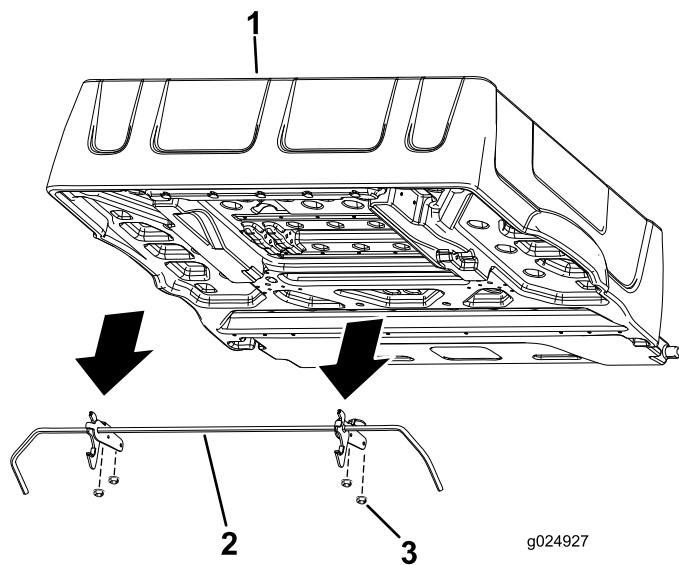

Figure 3
6. Retirez les 4 écrous à embase qui fixent les supports de la tige de verrouillage à la surface inférieure du plateau (Figure 3).